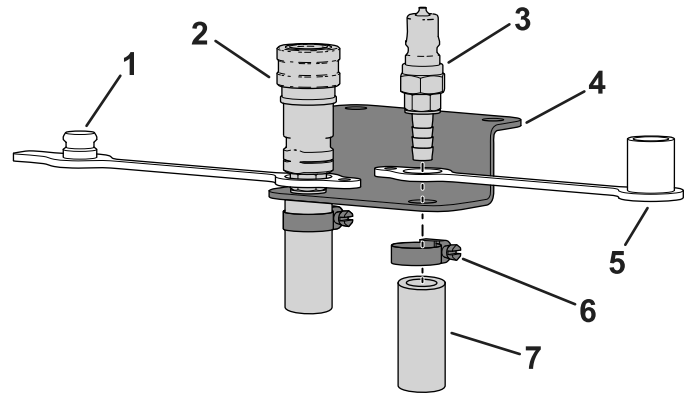

図 15
3. メスのカップラアセンブリのバンプ側端部にダストプラグを取り付けて、ホースブラケットの左側の穴に入れる 図 15。
4. オスのカップラアセンブリのバンプ側端部にダストキャップを取り付けて、ホースブラケットの右側の穴に入れる 図 15。
5. 各ホースにホースクランプを嵌める 図 15。
6. メスのカップラアセンブリのバンプ側端部に給液ホースを接続して、ホースクランプでホースマウントに固定する 図 15。
7. オスのカップラアセンブリのバンプ側端部に戻りホースを接続して、ホースクランプでホースマウントに固定する 図 15。